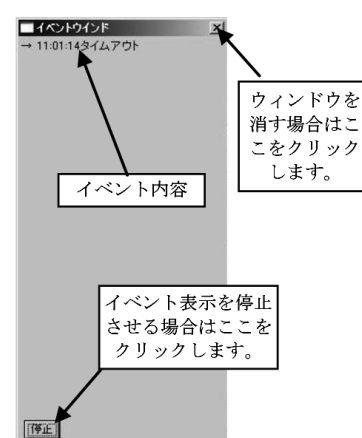

図 9.6.2 イベントウィンドウ
2. すると、図9.6.2のようなイベントウィンドウが表示されます。